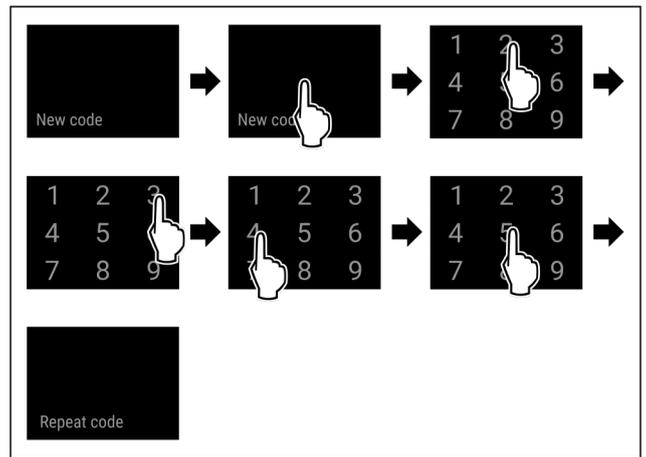

Fig. 95
- u Handlungsschritte (siehe Fig. 95) durchführen.